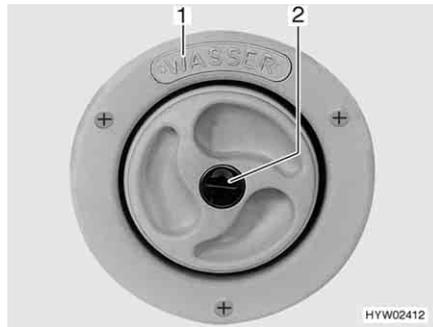
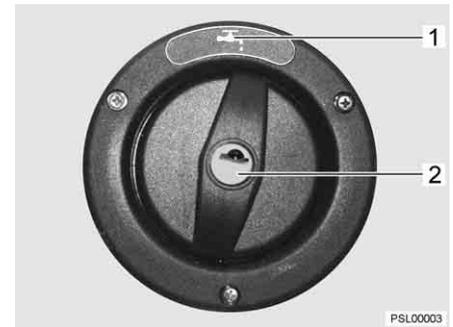

Fig. 53 Coperchio per bocchettone di riempimento dell'acqua potabile
Fig. 54 Coperchio per bocchettone di riempimento dell'acqua potabile (alternativa)
▷ Il bocchettone di riempimento dell'acqua potabile è contraddistinto dalla scritta "WASSER" (acqua) (Fig. 53,1) o con il simbolo "☰" (Fig. 54,1).
- Inserire la chiave nel cilindro della serratura (Fig. 53,2 o Fig. 54,2) e ruotare in senso antiorario.